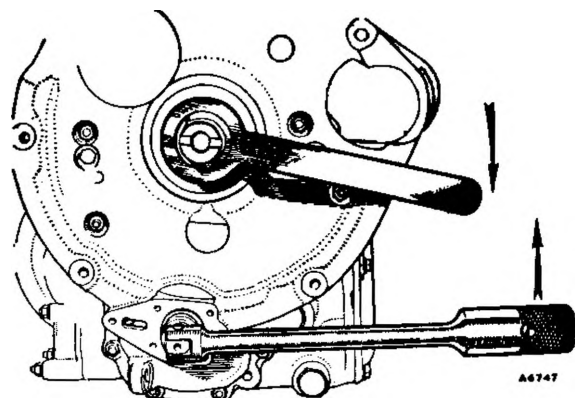

Fig. Aa. 8
8. Montare l'attrezzo di servizio 18G 1088 sull'ingranaggio primario del convertitore e togliere il dado autobloccante dell'ingranaggio secondario (vedi la figura Aa. 8).